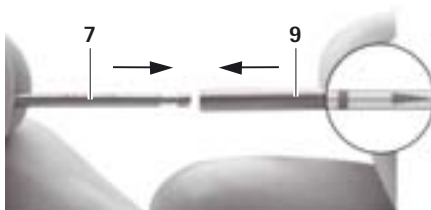

Abb. 6
- Außenrohr 10 bis zum Anschlag über Innenrohr 9 auf Arbeitseinsatz 7 schieben, siehe Abb. 6.